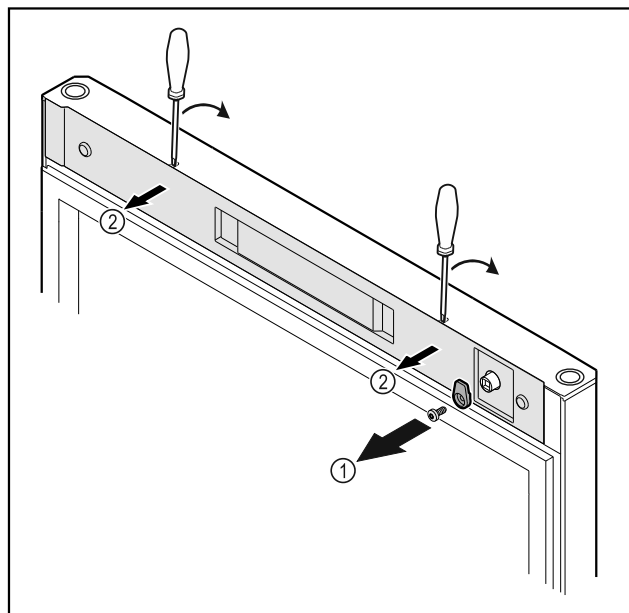

Fig. 20
- Dévisser le crochet de fermeture *Fig. 20 (1)*.
- Décrocher le cache *Fig. 20 (2)* avec un petit tournevis et le retirer.